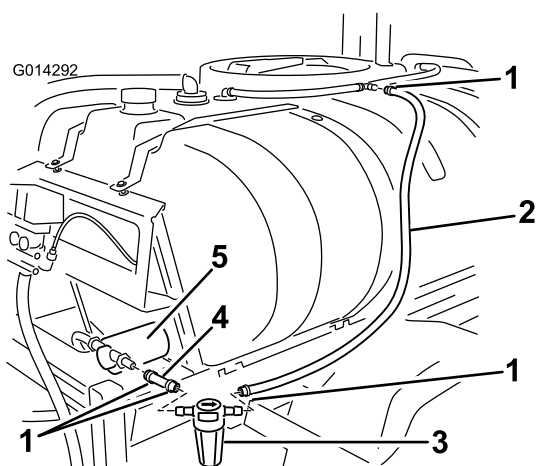

Figure 22
5. Raccordez le flexible à l'extrémité ouverte du raccord en T monté précédemment (Figure 22).